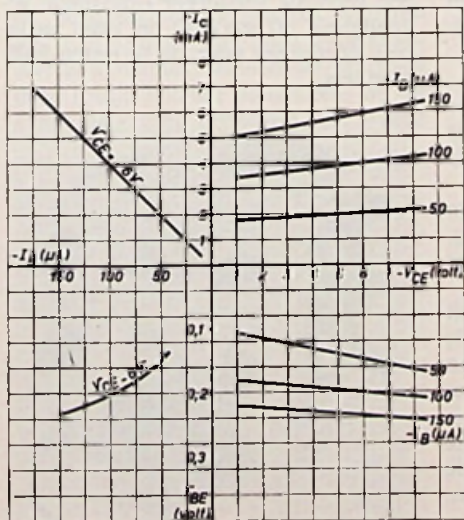

Fig.13
2. Van een transistor is in fig. 13 op de gebruikelijke wijze een aantal karakteristieken gegeven.
De grootheid h_{12} is de terugwerkingsfactor. Het is de verhouding tussen basiswisselspanning en collectorwisselspanning bij constante basisstroom. We lezen deze af uit het onderste gedeelte, rechts, van fig. 13. Bij $-V_{CE} = 6$ volt en $-I_B = 100 \mu A$ vinden we hier als helling van de karakteristiek $h_{12} = 0,02$ volt/5 volt = $4 \cdot 10^{-3}$.
In het linkerbovendeele van fig. 13 lezen we hiervoor af $h_{21} = 4$ mA/ $100 \mu A = 40$.
De grootheid h_{22} is de omgekeerde waarde van de uitgangsweerstand van de transistor bij constante basisstroom. Uit het rechterbovendeele van fig. 13 lezen we af als helling van de karakteristiek voor $I_B = -100 \mu A$:
a. Dit is een p-n-p transistor. Men ziet dit aan het feit dat alle in fig. 13 aangegeven spanningen en stromen negatief zijn.
b. Deze karakteristieken gelden voor de geaarde-emitterschakeling. Men ziet dit aan het feit dat in fig. 13 naar links de basisstroom I_B is uitgezet. Ook komt in het rechterdeel van de figuur I_B